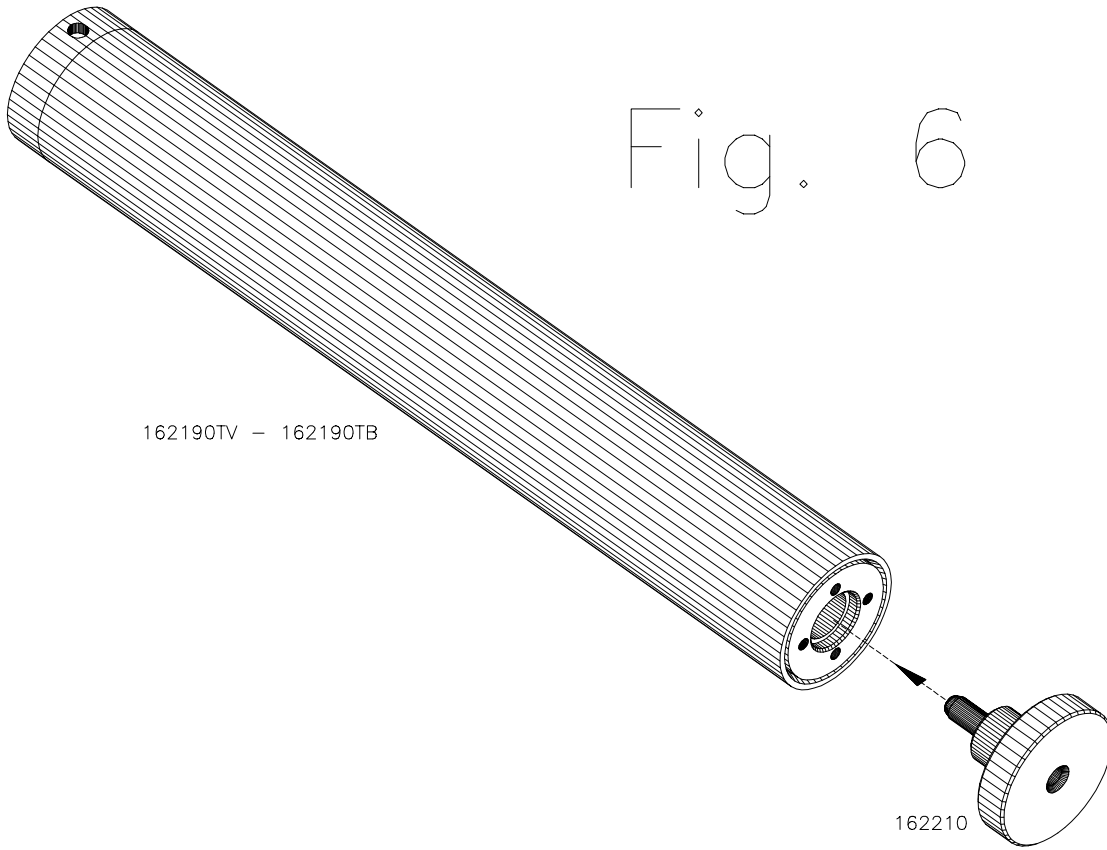

Fig. 7
7. Filling the Cylinder (*Fig. 7*)